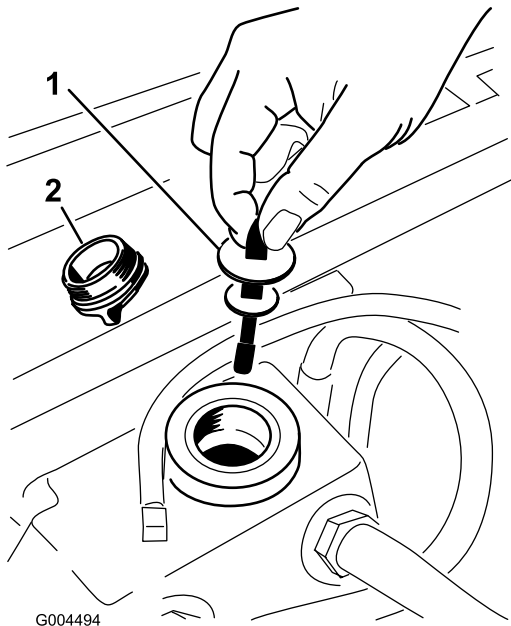

Bild 60
5. Nehmen Sie den Deckel des Hydraulikbehälters vom Einfüllstutzen ab (Bild 60).
6. Nehmen Sie den Peilstab heraus und wischen Sie ihn mit einem sauberen Lappen ab (Bild 60).
7. Stecken Sie den Peilstab in den Einfüllstutzen und ziehen ihn dann heraus, um den Ölstand zu prüfen (Bild 60).